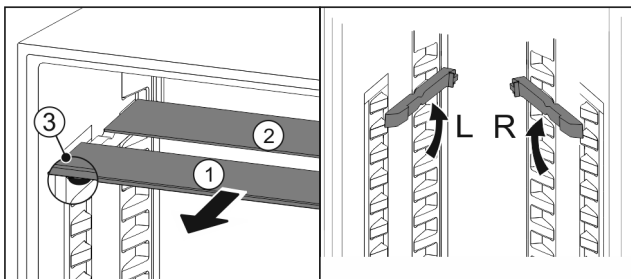

Fig. 103
- estrarre i ripiani di vetro singolarmente tirando in avanti Fig. 103 (1).
- ▷ Il piano in vetro Fig. 103 (1) con il motivo ornamentale è nella parte anteriore.
- ▷ I fermi Fig. 103 (3) sono rivolti verso il basso.